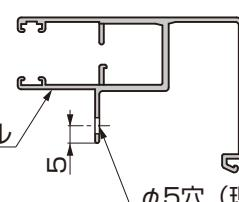
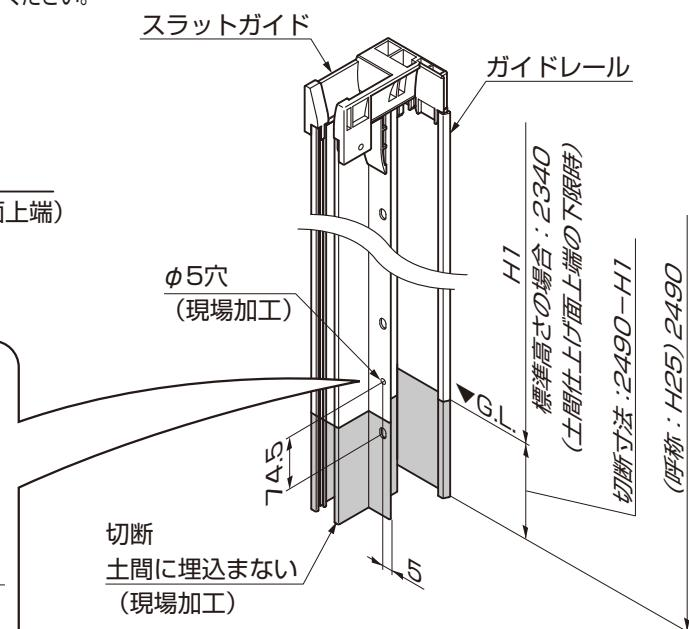

図3-3 ガイドレール穴加工位置
図3-2 ガイドレールの加工
- シャッター取付用堅部材を、シャッター取付用横部材Bに突き当てる(※1)、取付けてください。(図3-2参照)
②ガイドレールを、施工現場の土間仕上げ面上端に合わせて、切削と最下部の穴あけ(現場加工)をしてください。(図3-2、図3-3参照)
●標準高さ(H23)の場合、ガイドレールの加工寸法は、H1=2340(切削寸法:150)となります。(図3-2参照)
●施工後のメンテナンス上、外枠、ガイドレールは土間に埋込まないでください。(図3-1、図3-2参照)